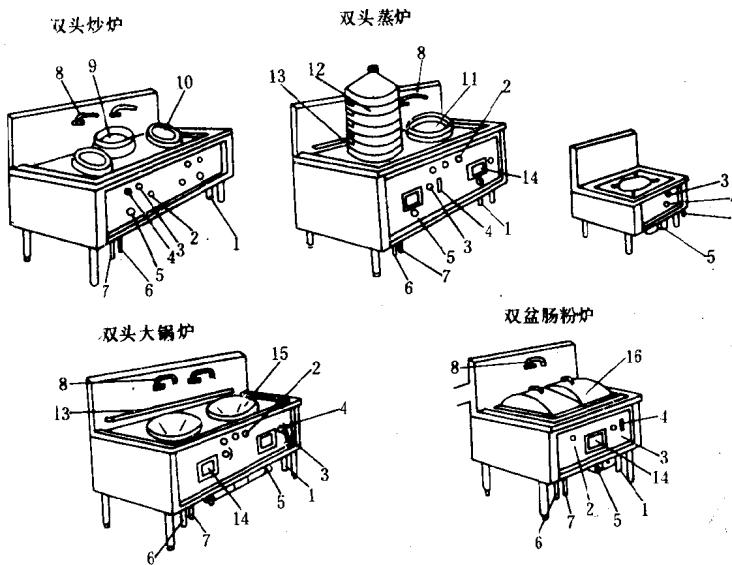

图1—1 各种不同用途鼓风柴油炉结构图
鼓风柴油炉又名滴油炉，是以0号柴油为燃料的烹饪加热设备。此炉的品种规格较多，有炒炉、蒸炉、平头炉、大锅炉、肠粉炉、煲仔炉等。图1—1是各种不同用途的炉具的结构图。在饮食业中，可以根据此炉的不同规格用途，运用各种烹调方法，进行炒、焖、蒸、炖、炸等，烹制各种菜肴。
(1) 鼓风柴油炉的结构及简要工作原理。如图 1—1，鼓风柴油炉主要是由炉体、炉胆、鼓风机、输油管、输水管、限油阀、空气阀等组成。炉胆内有多个小气孔，一个出油孔在炉胆底部。工作时，鼓风机送出的强大风力从气孔喷出，使点燃的柴油汽化而产生高温火焰。火焰的大小可通过调节空气阀、限油阀来实现控制。
(2) 鼓风柴油炉的使用方法及注意事项。